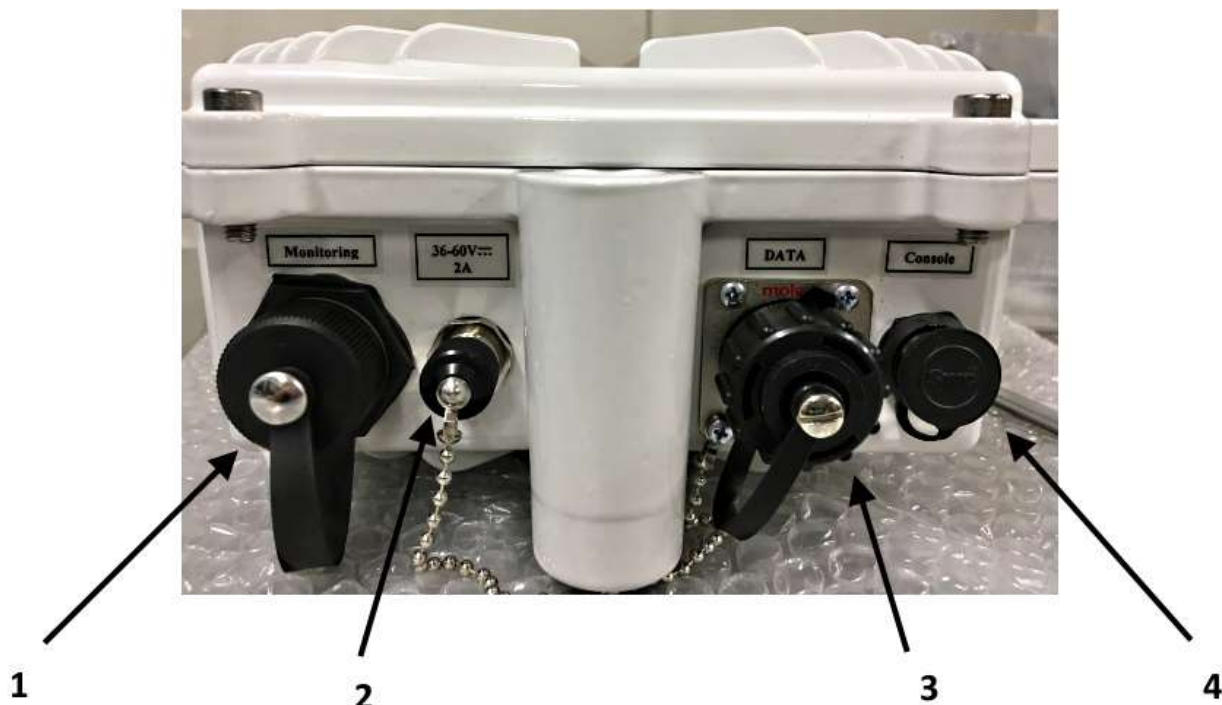

Рис. 4.8
- Подключите к одному из приемопередатчиков (без антенны) кабель питания в разъем №2 и кабель «витая пара» к разъему приемопередатчика №1 (рис. 4.8, 4.9).
- Подключите кабель питания в разъем №2 (см. рис. 4.8) на корпусе приемопередатчика на обеих станциях.
- Подключите настроечный пульт к разъему №4 «CONSOLE» (см. рис. 4.8) на обеих станциях.